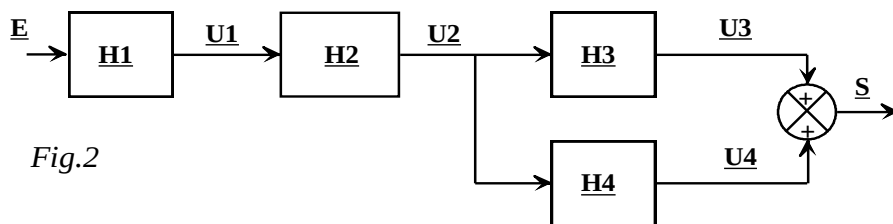

Fig.2
- Etablir pour le schéma de la figure 2 les fonctions de transfert suivantes: